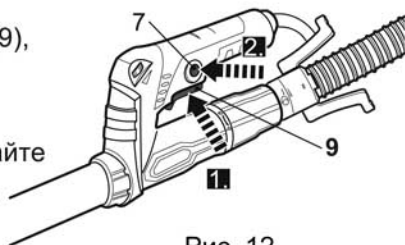

Рис. 12
- > Включите изделие, прижав выключатель (9), и удерживайте в таком положении (Рис. 12, шаг 1).
- > Нажмите кнопку фиксатора (7) и удерживайте в таком положении, чтобы зафиксировать выключатель (9) (Рис. 12, шаг 2).
- > Отпустите кнопку фиксатора (7) и выключатель (9). Теперь выключатель зафиксирован для продолжительного использования.
- > Нажмите и отпустите выключатель (9), чтобы выключить изделие.